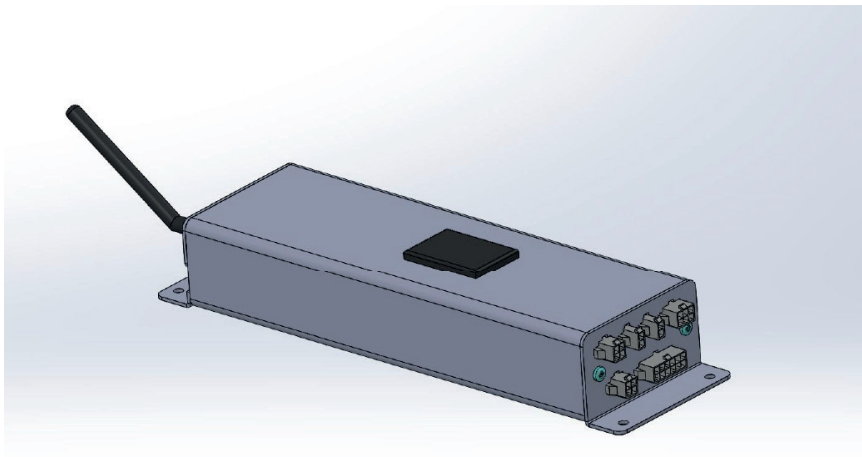
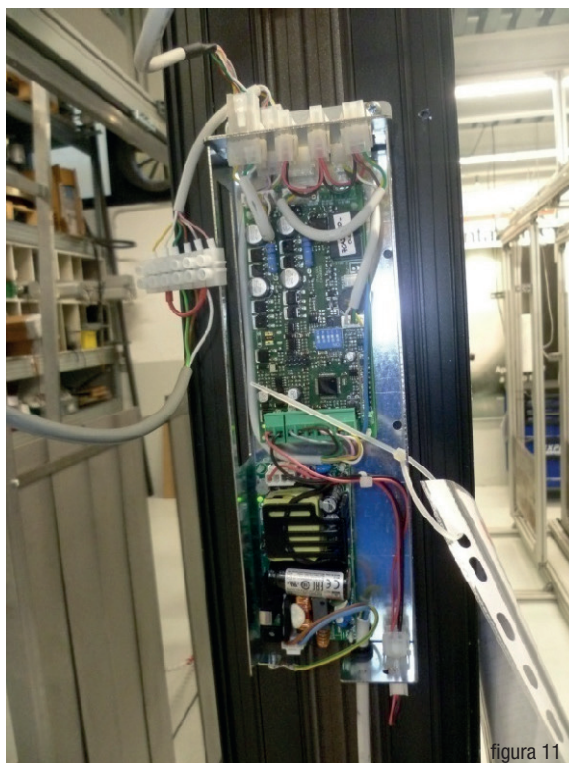

figura 10
figura 11
1. La centralina elettronica è inserita in una scatola di dimensioni 325mmx91,5mmx51,5mm, le staffe di fissaggio presentano fori D5,5mm, viti non fornite (vedi figura 10 e figura 11).